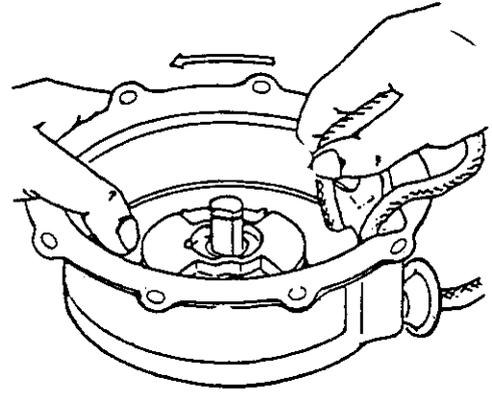

Fig. 9-6
- ③ スタータケースにリールを挿入する前に Fig 9-6の矢印の方向にスタータロープをリールに巻き、2.5巻目をリールの切欠き部から出し、スタータケースのゼンマイフック部にゼンマイの内端部を合わせながらリールをスタータケース内に確実に組込んで下さい。(この時ゼンマイがフック部に引掛った事を確認して下さい。もし引掛っていない場合は空回りしますのでもう一度やり直して下さい。)
次に Fig 9-6の様にスタータロープを持って矢印の方向にリールを4回巻いて下さい。巻き終わったら逆転しない様にしっかりとリールを押え、始動ノブを引き巻き込みに利用したスタータロープをスタータケースの外に引出し、ゆっくりと始動ノブを戻して下さい。
(3) 組立後の確認項目
- ① 2～3回始動ノブを引き、スタータロープを少し引出して見て下さい。
- ② 始動ノブを引きスタータロープを一杯まで引出して見て下さい。
- ㊦ リール内にスタータロープが残っているか、又はスタータロープが全々戻らない場合はゼンマイに無理が掛っていますので、スタータロープをFig9-6の要領で1～2回巻戻して下さい。